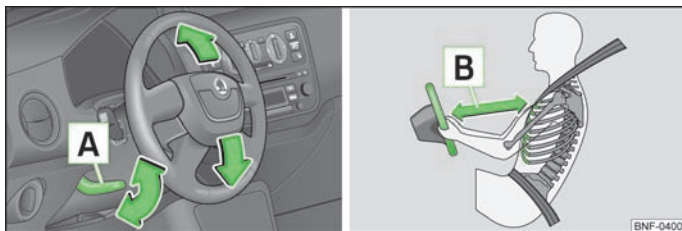

Fig. 60 Indstilleligt rat: Arm under rattet / Sikker afstand til rattet
- Drej armen **A** » Fig. 60 under rattet nedad.